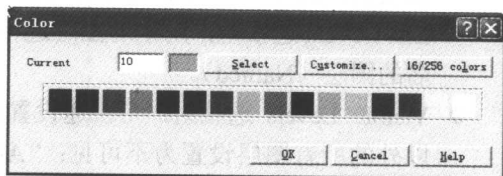

图 1-13 “Color” 对话框
(2) Color: 10 (颜色设置): 选取该按钮能用不同的颜色绘制图形。单击次菜单区的该命令, 弹出 “Color” (颜色) 对话框, 如图 1-13 所示, 该对话框的数字代表当前设定的颜色号, 其取值范围为 0~255。可以直接输入颜色的颜色号来改变当前的颜色, 也可以通过下面的色板选择需要的颜色。